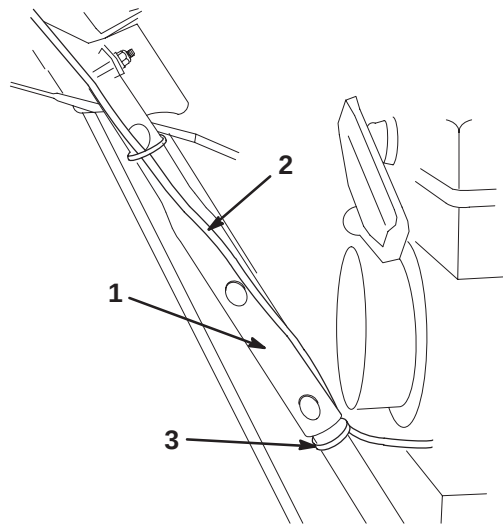

Figure 2
4. Fixez le faisceau de câblage au côté inférieur droit de l'ensemble guidon avec un serre-câble en plastique (fourni avec le kit) à environ 2,5 cm au-dessous de l'extrémité inférieure de la partie supérieure du guidon (Fig. 2).